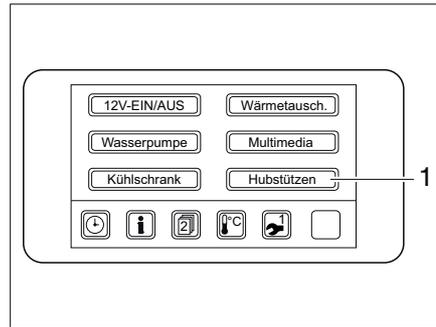

Bild 32 Menü Verbraucher
- Schaltfläche "Hubstützen" (Bild 32,1) im Panelmenü "Verbraucher" berühren. Die Hubstützen sind eingeschaltet.
System aktivieren: ■ Schaltfläche Hubstützen (Bild 32,1) im Panelmenü Verbraucher berühren. Die Schaltfläche leuchtet grün wenn die Hubstützen eingeschalten sind.